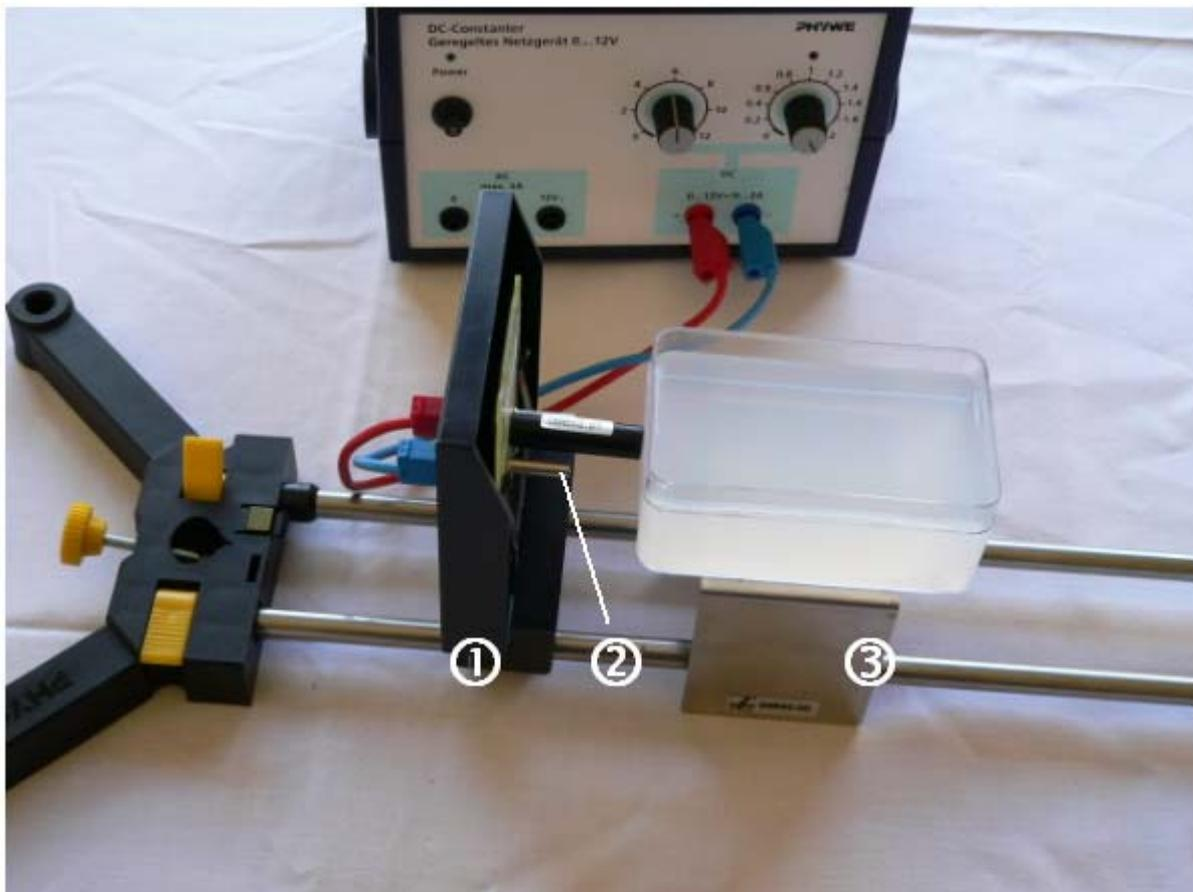

Abb. 1: Versuchsaufbau – Reiter mit LED ① und Störlichttubus ② und Universalbank mit Makro-Küvette ③
- Die Küvette auf der Universalbank direkt vor den Störlichttubus der LED stellen, sodass die beiden Teile sich berühren (Abb. 1)